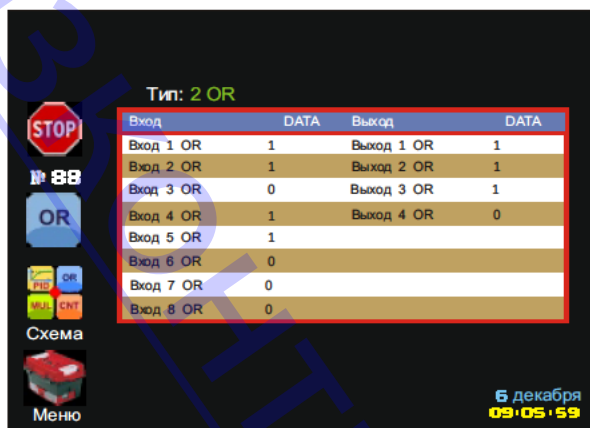

Рис. 69. Меню "Процесс" (Блок "Логическое ИЛИ", тип 2 OR)
Примеры работы блока Логическое ИЛИ смотрите на Рис. 69 – 70, где видно как формируются выходные сигналы при разных его типах.
9.3.9 В меню **Процесс** блок Логическое ИЛИ представлен в виде таблицы, в которой находится информация о состоянии 8 ми входов и 4 х выходов блока в данный момент времени (Рис. 69 – 70). Над таблицей указан установленный тип блока. Над таблицей указан установленный тип блока.